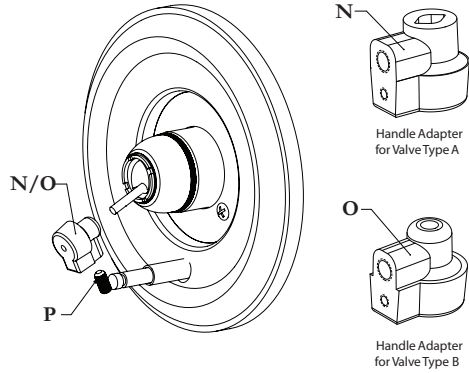

FIGURE 8
Handle Adapter for Valve Types A or Type B Figure 8
2. Partially thread set screw (P) in to handle adapter (N/O) that fits on the valve stem (Fig. 8).
3. Slide Handle Adapter on to valve stem, making sure that the valve stem is fully seated in the adapter. Align the handle adapter so where the set screw (P) is pointing down. Secure the set screw (P) to the valve stem.
2. Enrosque parcialmente el tornillo (P) en el adaptador de la manija (N/O) que se ajusta sobre el tubo de la válvula (Fig. 8).
3. Deslice el adaptador de la manija sobre el tubo de la válvula, asegurándose que el tubo de la válvula esté plenamente asentado en el adaptador. Alinee el adaptador de la manija, donde el conjunto de tornillos (P) apuntan hacia abajo. Asegure el tornillo (P) a la válvula.